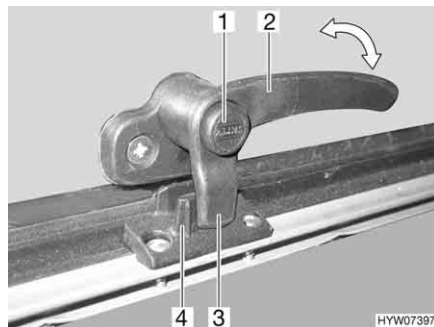
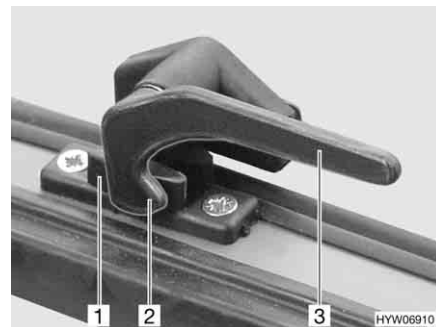

Fig. 78 Levier de verrouillage avec bouton de sécurité en position "Fermé"
Fig. 79 Levier de verrouillage en position "Fermé"
- S'il existe, appuyer sur le bouton de sécurité (Fig. 78,1) et le maintenir enfoncé.
- Tourner le levier de verrouillage (Fig. 78,2 ou Fig. 79,3) d'un quart de tour vers le centre de la fenêtre.
- Tourner le levier de verrouillage (Fig. 78,2 ou Fig. 79,3) d'un quart de tour vers le cadre de la fenêtre. Le tenon de verrouillage (Fig. 78,3 ou Fig. 79,2) du levier de verrouillage repose complètement sur le côté intérieur du verrouillage de fenêtre (Fig. 78,4 ou Fig. 79,1).
- En position "Fermé" (Fig. 78 et Fig. 79)